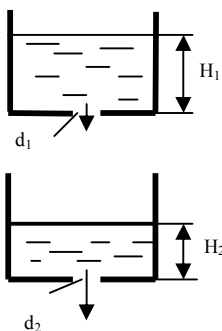

Рис.14
21. В верхний сосуд поступает вода ($Q=0,25$ л/с), которая затем перетекает через малое отверстие в дне диаметром $d_1 = 10$ мм в нижний сосуд, имеющий также малое отверстие в дне диаметром $d_2=15$ мм (рис. 14). Принять $\mu^*=0,62$ в обоих случаях. Определить: а) напоры H_1 и H_2 в обоих сосудах; б) при каком диаметре d_2 напор H_2 будет вдвое меньше, чем H_1 .